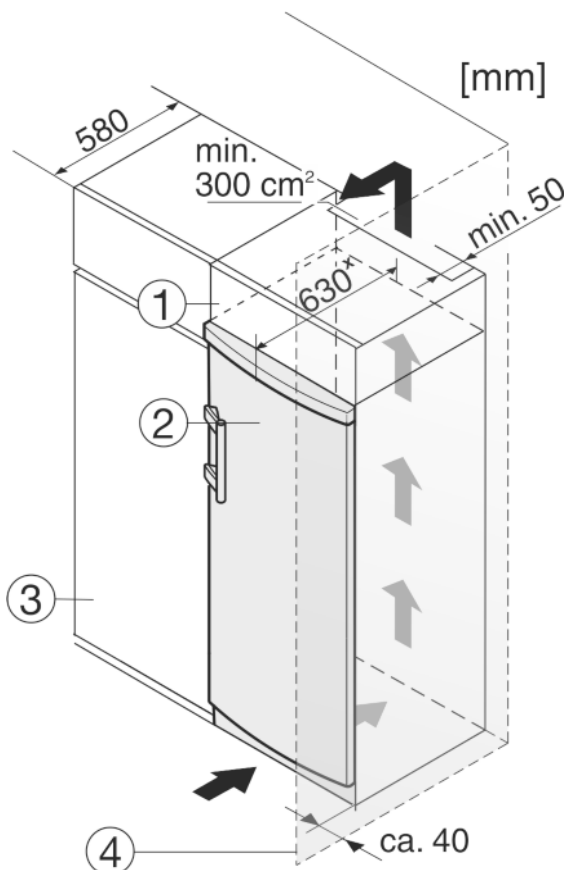

Fig. 9
- (1) Дополнительный шкафчик
- (2) Устройство
- (3) Кухонный шкаф
- (4) Стенка
Устройство может быть окружено кухонными шкафами. Чтобы уравнивать устройство *Fig. 9 (2)* по высоте с кухонной стенкой, можно установить над устройством дополнительный шкафчик *Fig. 9 (1)*.
При комбинировании с кухонными шкафами (глубина макс. 580 мм) устройство можно установить непосредственно рядом с кухонным шкафом *Fig. 9 (3)*. Устройство выступает сбоку на 34 мм* и по центру на 50 мм* относительно передней стенки кухонного шкафа.
Если устройство установлено на шарнирах у стены *Fig. 9 (4)*, то расстояние между устройством и стеной должно быть не менее 40 мм. Настолько выступает ручка при открытой дверце.